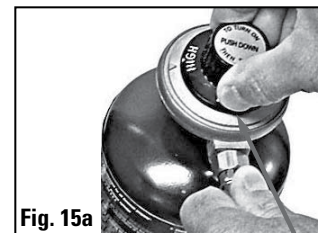

Fig. 15a
- 2) Enfoncer et tourner le bouton du détendeur vers la gauche, du réglage ARRÊT/VERROUILLAGE (OFF/LOCK) au réglage ÉLEVÉ (HIGH). (FIG 15A)